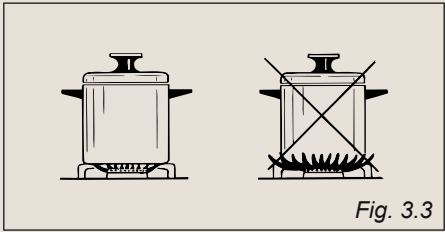

Fig. 3.3
- * Raccorder les fils phase, neutre et terre à la plaquette de connexions **"G"** conformément au diagramme de la fig. 3.3.